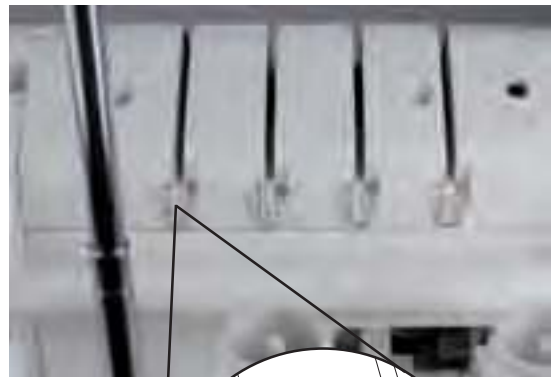

Abb.20
1. Führen Sie den Faden von hinten nach vorne durch den Fadenbaum **①** (1).
2. Fädeln Sie den Faden in die Fadenführung ein, indem Sie den Faden nach unten ziehen, bis er unter die Fadenführung rutscht (2) (Abb. 20).